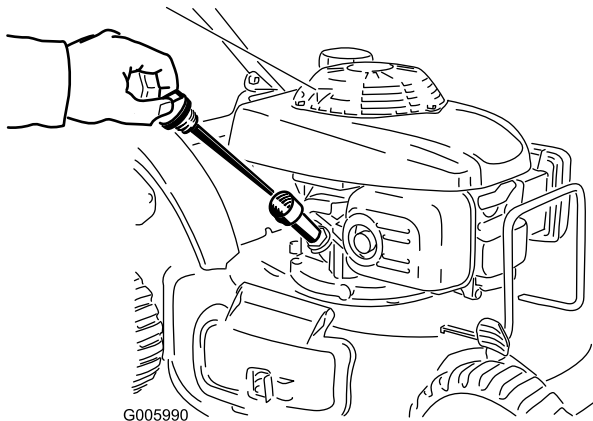

Figure 15
1. Retirez la jauge, essuyez-la sur un chiffon propre puis remettez-la dans le goulot de remplissage, **sans la visser** (Figure 15).
2. Sortez de nouveau la jauge et contrôlez le niveau d'huile (Figure 15).
S'il n'y a pas de trace d'huile sur la jauge, versez de l'huile **avec précaution** dans le tube de remplissage, en vérifiant régulièrement le niveau sur la jauge, jusqu'à ce que la jauge indique que le moteur est plein, comme illustré (Figure 15). **Ne remplissez pas excessivement.** (Remplissage max. : 0,55 l (20 oz), type : huile détergente SAE 30W de classe de service API SH, SJ, SL ou supérieure.)